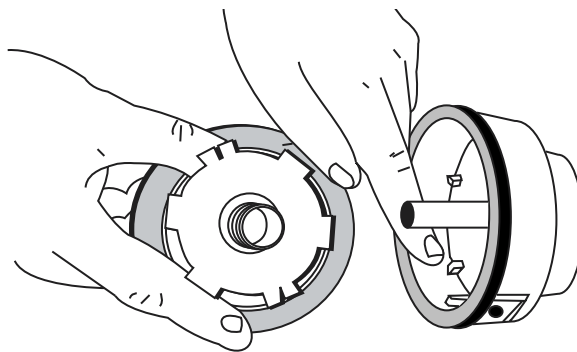

Fig. 16
5. Vérifiez l'état d'usure des dents de positionnement du moulinet et de la bobine (Fig. 16). Enlevez les ébarbures ou remplacez le moulinet et la bobine au besoin.